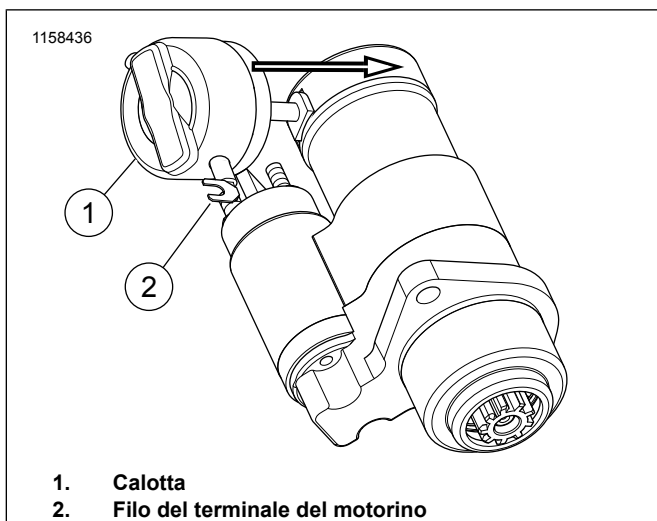

Figura 7. Installazione della calotta
21. Figura 7 Inserire il cavo del terminale del motorino attraverso il più piccolo dei due fori all'interno della calotta.